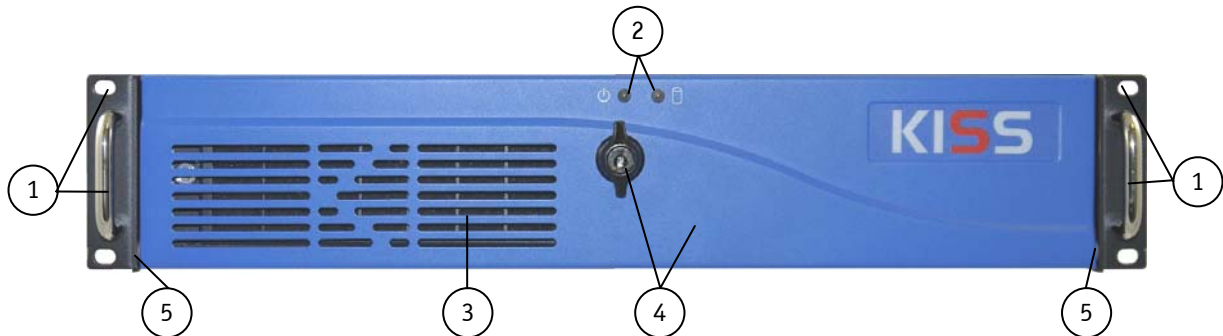
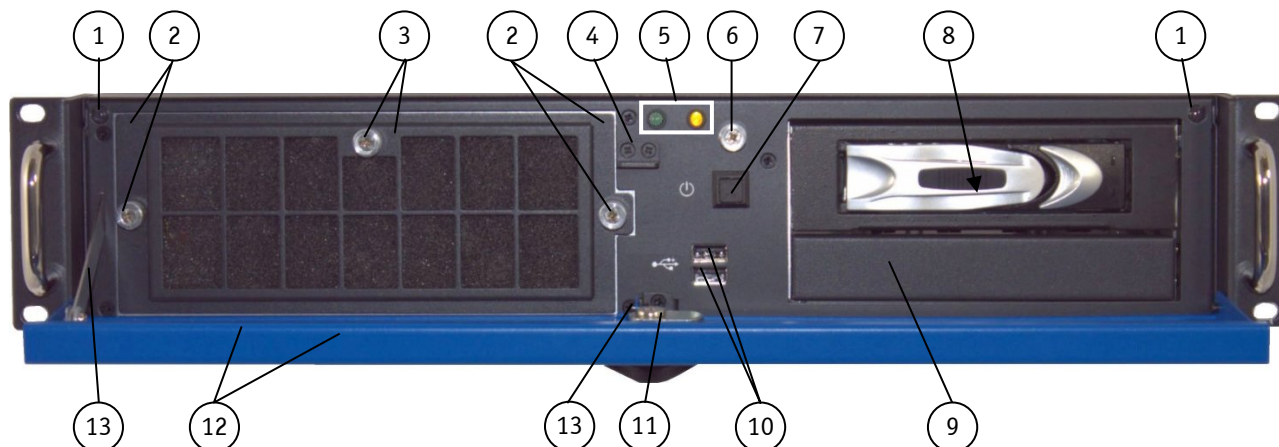
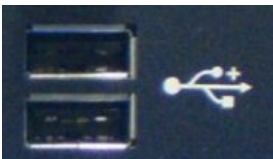

Abb. 7: Frontseite (Rackmount-Version) mit geschlossener Frontklappe
Abb. 9: Frontseite (Rackmount-Version) mit geöffneter Frontklappe
Abb. 12: USB-Anschlüsse an der Frontseite
An der Frontseite (Abb. 9), hinter der Frontklappe befinden sich: der Power-Taster die Power- und HDD-LED, die USB-Schnittstellen, die Laufwerken und der Lüftereinschub.
Der Power-Taster (siehe Abb. 10, und Abb. 9, Pos. 7) befindet sich an der Frontseite der Plattform, hinter der Frontklappe und ermöglicht das System ein- oder auszuschalten. Bitte beachten Sie die Einstellungen für „Restore on AC Power Loss“ im BIOS Setup. Optionen dafür sind: Power On/ Power Off/Last State.
Das Ausschalten des Geräts mittels des Power-Tasters (siehe Abb. 9, Pos. 7) trennt die KISS 2U V2-Plattform nicht von dem AC/DC-Versorgungsstromkreis.
**AC-Wide-Range-Netzteil:** Bitte beachten Sie, dass der Ein-/Aus-Schalter dieses Netzteils (Abb. 22) die KISS 2U V2-Plattform nicht vom AC-Versorgungsstromkreis trennt. Auch wenn Sie das System mit dem Power-Taster (siehe Abb. 9, Pos. 7) oder mit dem Netzteilschalter ausschalten, liegt weiterhin eine 5V Standby-Spannung auf dem SBC/Mainboard an (siehe auch Hinweis im Kapitel 7.2.4).
Die Anzeigeelemente (siehe Abb. 9, Pos. 5 und Abb. 11) der KISS 2U V2-Plattform befinden sich an der Frontseite, hinter der Frontklappe.
KISS 2U V2 verfügt über zwei USB(2.0)-Anschlüsse (Abb. 9, Pos. 10 und Abb. 12) an der Frontseite. An diese Anschlüsse können verschiedene USB-kompatible Peripheriegeräte angeschlossen werden.
Mit Hilfe der mit einem Sicherheitsschloss versehenen Frontklappe (Abb. 7, Pos. 4) lässt sich, wenn gewünscht, Ihr System vor unbefugter Benutzung schützen. Bei zugesperrter Frontklappe ist das Entfernen des Deckels nicht möglich und die Laufwerke, Filtermattenhalter und den Power-Taster sind von außen nicht zugänglich.
Die Deckel-Anziehschraube (Abb. 9, Pos. 6) sichert den Deckel an der Frontseite des Gehäuses.
- die Deckel-Anziehschraube (Abb. 9, Pos. 6) an der Frontseite
Die Filtermatte und der Filtermattenhalter (Abb. 9, Pos. 3) befinden sich hinter dem Lüftungsgitter der Frontklappe (Abb. 7, Pos. 3). Der Filtermattenhalter (Abb. 46, Pos. 4) ist mittels einer Rändelschraube (Abb. 46, Pos. 5) an den Lüftereinschub (Abb. 42) befestigt. In dem Filtermattenhalter ist eine Filtermatte eingesetzt (siehe Abb. 48). Diese Matte schützt Ihr System gegen Staub und Verschmutzung (siehe Kapitel 10.2 „Reinigen der Filtermatte“).
Die zwei Systemlüfter sind in einem benutzerfreundlichen, austauschbaren Lüftereinschub (Hot-Swap) fest eingebaut (siehe Kapitel 7.2.6 „Lüftereinschub und Temperaturfühler“. Der Lüftereinschub (Abb. 9, Pos. 2) kann während des Betriebs ausgetauscht werden (siehe Kapitel 10.1 „Ersetzen der Systemlüfter“).
Abhängig von der bestellten Plattformkonfiguration, kann Ihr System mit bis zu zwei Laufwerksschächten ausgestattet sein (siehe Abb. 9, Pos. 8 und 9; Konfiguration mit einer internen Festplatte):
Laufwerksschacht	Beschreibung (siehe Abb. 9)